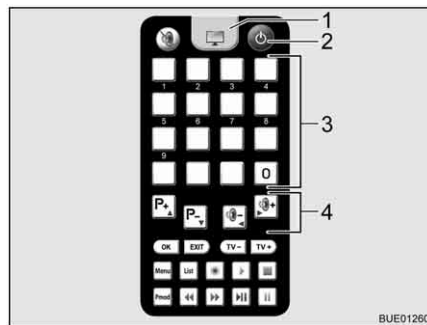

Bild 34 Fjärrstyrning
- Tryck på knappen "⏻" (Bild 34,2) på fjärrstyrningen. Parabolantennen lämnar viloläget och växlar till sökläge. När systemet har hittat satelliten ljuder en akustisk signal.
- Ställ in den önskade sändaren via lagringsknapparna (Bild 34,3) eller funktionsknapparna (Bild 34,4).